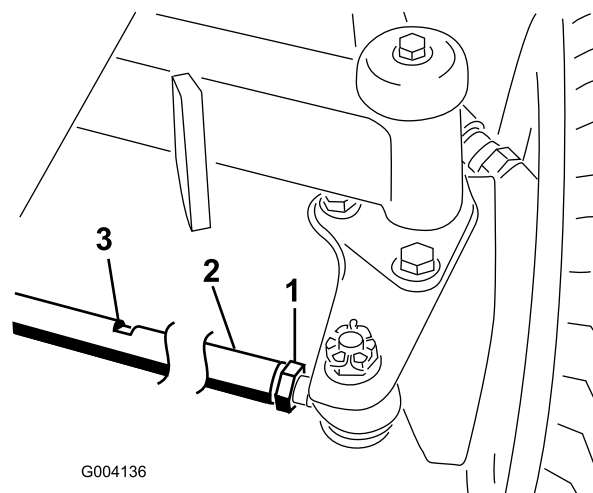

Figure 56
2. Desserrez l'écrou de blocage à chaque extrémité de la biellette (Figure 56).